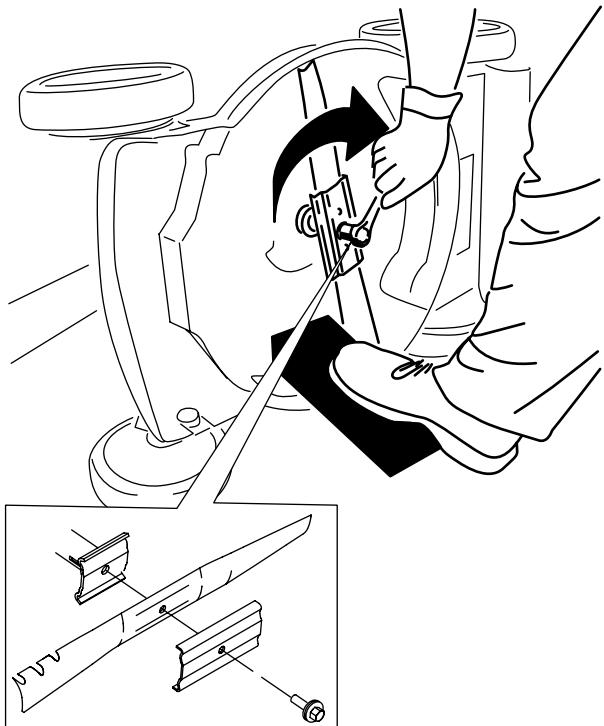

Bild 22
5. Setzen Sie das neue Messer und alle Schrauben auf (Bild 22).